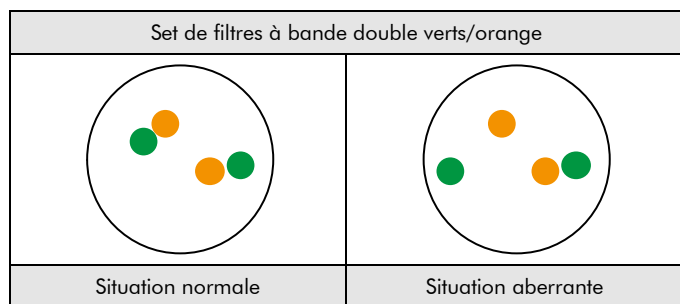

Fig. 2 : Résultats attendus dans les noyaux en interphase normaux et présentant une aberration
**Situation normale :** Dans les interphases de cellules normales ou de cellules sans une translocation impliquant la région du gène CREBBP, deux signaux verts et deux signaux orange apparaissent (voir figure 2).
**Situation aberrante :** Une région du gène CREBBP affectée par une translocation est indiquée par un signal vert séparé et un signal orange séparé (voir figure 2).